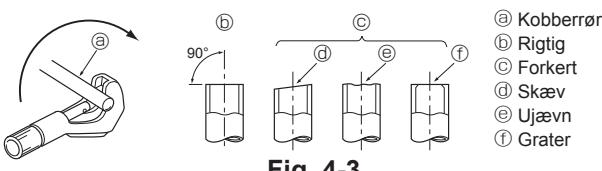

Fig. 4-3
4.2.1. Tilskæring af rør (Fig. 4-3)